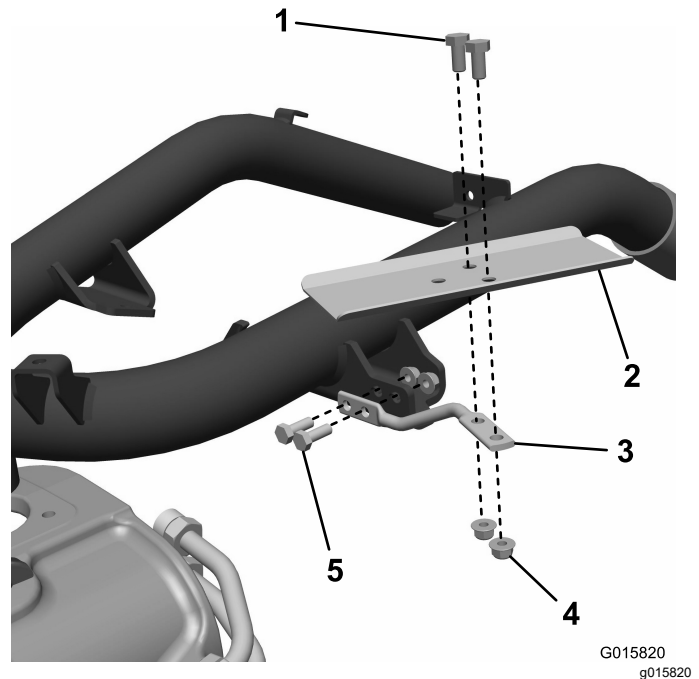

Bild 8
1. Montieren Sie die Drahtform am Rahmen und befestigen Sie sie mit 2 Schrauben (5/16") und 2 Muttern (Bild 8).